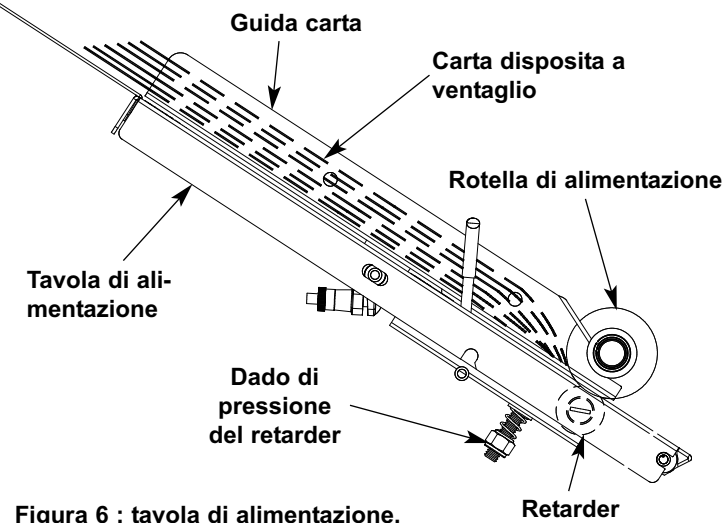

Figura 6 : tavola di alimentazione, carta disposta a ventaglio
7. Mettere la carta disposta a ventaglio sulla tavola di alimentazione (vedasi figura 6) assicurandosi che il foglio più in alto si trovi sul punto di contatto tra la rotella di alimentazione e il retarder.